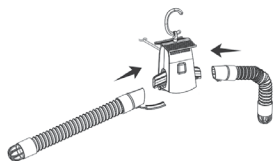
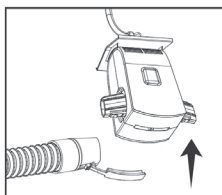

рис.4
рис.5
7.2.1 Подсоедините воздухопроводы для обуви к вешалке (рис.4). Убедитесь, что заглушка вставлена в отверстие для выхода воздуха (рис.5).